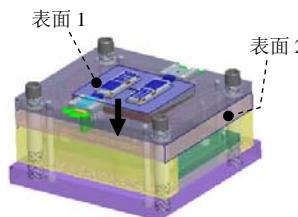
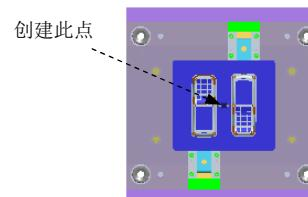
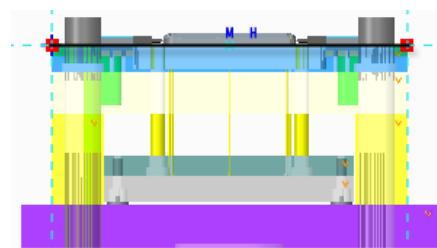

图 31.92 定义草绘平面
图 31.93 截面草图
图 31.94 截面草图
Step1. 创建拉料杆参考点。单击 **模型** 功能选项卡 **基准** ▾ 区域中的“草绘”按钮 ，系统弹出“草绘”对话框；选择图 31.92 所示的表面 1 为草绘平面，选择图 31.92 所示的表面 2 为参考平面，方向为 **右**。单击 **草绘** 按钮，至此系统进入截面草绘环境；绘制图 31.93 所示的截面草图（一个点），完成截面的绘制后，单击“草绘”操控板中的“确定”按钮 .
Step2. 创建拉料杆修剪面。单击 **模型** 功能选项卡 **切口和曲面** ▾ 区域中的 **拉伸** 按钮，此时系统弹出“拉伸”操控板。从弹出的菜单中选择 **定义内部草绘...** 命令，在系统 **选择一个平面或曲面以定义草绘平面** 的提示下，选取图 31.92 所示的表面 2 为草绘平面，选取图 31.92 所示的表面 1 为参考平面，单击 **草绘** 按钮，绘制图 31.94 所示的截面草图（一条直线）。在操控板中选取深度类型 **(到选定的)**，选取草绘平面的背面为拉伸终止面；单击 **EMX 常规** 功能选项卡 **工具** ▾ 控制区域中的 **EMX 工具** ▾ 按钮后面的 ，在下拉菜单中选择 **识别修剪面** 按钮，系统弹出“顶杆修剪面”对话框，单击对话框中的 按钮，系统弹出“选择”对话框，选取之前拉伸的曲面为拉料杆修剪面，单击“选择”对话框中的 **确定** 按钮，然后单击“完成”按钮 .